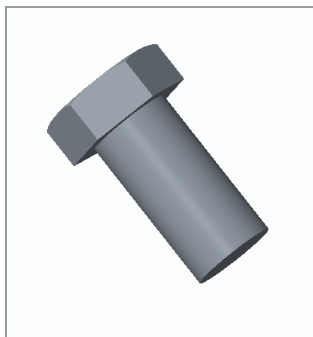

图 6-48 打开模型文件
STEP 01 单击快速访问工具栏中的“打开”按钮, 打开模型文件, 如图 6-48 所示。